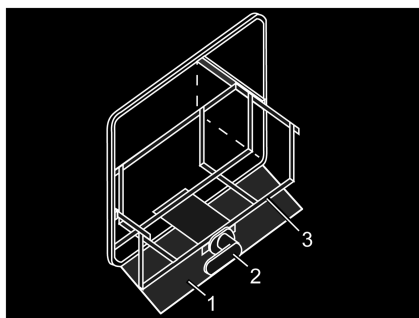

Fig. 140 Compartiment à gaz
- Si une tôle de protection (Fig. 140,1) est présente, la rabattre vers le bas.
- Déverrouiller le coulisseau (Fig. 140,3) au moyen de la poignée (Fig. 140,2).
- Retirer à fond le coulisseau (Fig. 140,3).
- Faire revenir la poignée (Fig. 140,2) dans sa position initiale.
- Enfoncer à fond le coulisseau (Fig. 140,3) et faire revenir la poignée (Fig. 140,2) dans sa position initiale.
- Si une tôle de protection (Fig. 140,1) est présente, la rabattre vers le haut.